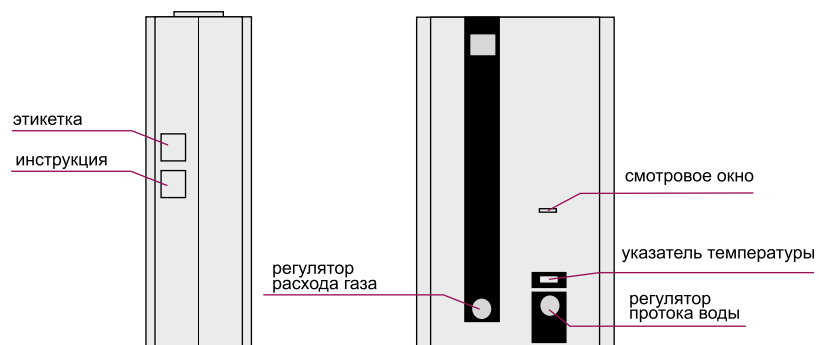

Рис. 2.
- 6.1.4. Аппарат рекомендуется устанавливать так, чтобы смотровое окно (см. рис. 2) было на уровне глаз потребителя.